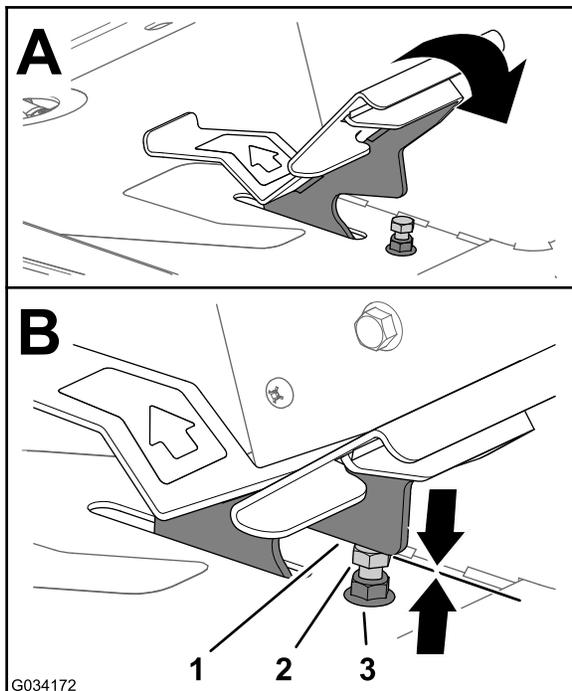
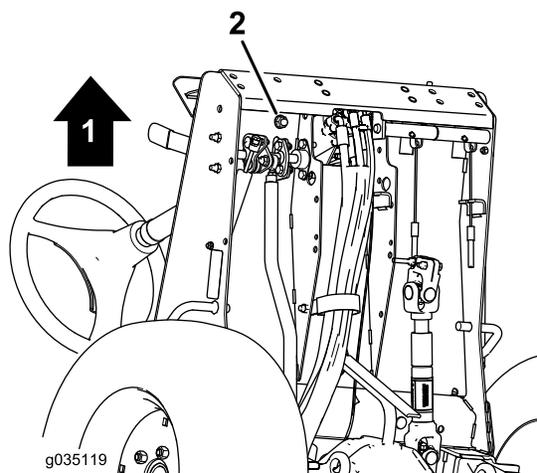

Рисунок 77
Рисунок 78
1. Переведите педаль тяги до упора вперед (Рисунок 77).
- A. Удерживайте упор педали тяги (Рисунок 77) ключом.
- B. Ослабьте контргайку в нижней части подножной пластины (Рисунок 78).
- C. Переместите педадь тяги в максимальное положение вперед (Рисунок 77).
- D. Удерживая упор педали тяги, отрегулируйте контргайку, расположенную над подножной пластиной (Рисунок 77), так, чтобы педадь тяги касалась упора.
- F. Удерживая упор педали тяги, затяните контргайку в нижней части подножной пластины (Рисунок 77 и Рисунок 78) с моментом от 37 до 45 Н·м.